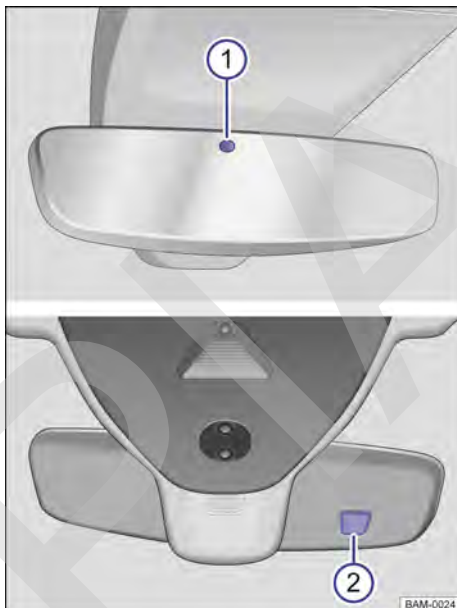

Fig. 109 En el parabrisas: retrovisor interior antideslumbrante automático.
Con el encendido conectado, los sensores miden la incidencia de la luz por detrás → fig. 109 ① y por delante ②.